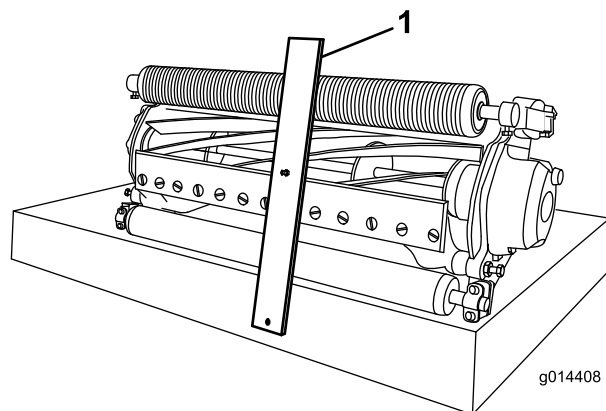

Figura 10
3. Agganciate la testa del bullone sul tagliente della controlama e appoggiate l'estremità posteriore della barra sulla parte posteriore del rullo (**Figura 10**).